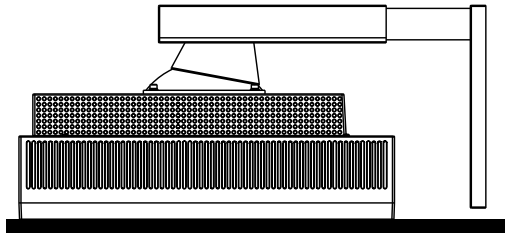

Abbildung S.1
2. Legen Sie den Monitor mit der Vorderseite nach unten auf eine weiche Oberfläche (**Abbildung S.1**).